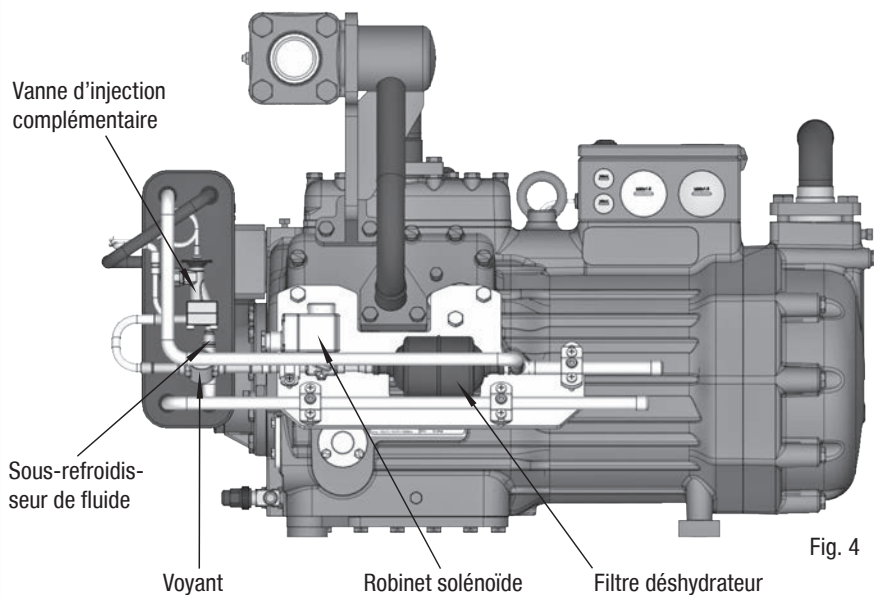

Fig. 4
- Sous-refroidisseur de liquide, détendeur d'injection, vanne solénoïde, filtre déshydrateur et voyant montés directement sur le compresseur, tubés et isolés (Fig. 4).